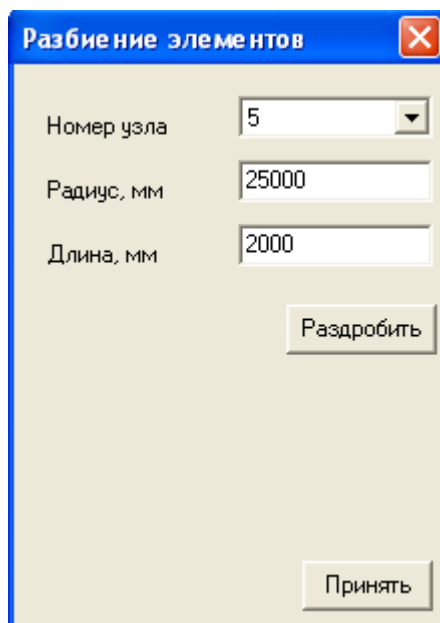

Рис. 3-22. Окно разбивки подземных элементов.
- **Разбить элементы.** Этот пункт меню позволяет произвести разбивку длинных элементов модели ЗУ на элементы заданной длины в определенной области. Разбивке подвергаются только элементы, находящиеся под землей ($Z > 0$). При вызове этой функции появляется диалоговое окно, представленное на Рис. 3-22. В нем необходимо указать: номер узла, вокруг которого происходит разбивка элементов; радиус окружности, внутри которой все элементы подвергнутся разбивке (по умолчанию стоит 25 м); длина элементов после разбивки. Все размеры указаны в миллиметрах. При нажатии на кнопку «Принять» произойдет разбиение подземных элементов в заданной области. При этом диалоговое окно будет закрыто.